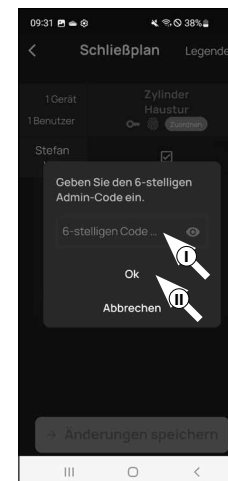

Fig. 5
- 6 Vous êtes prié de vous authentifier avec votre code administrateur. Entrez-le et confirmez par « OK » (Fig. 5).